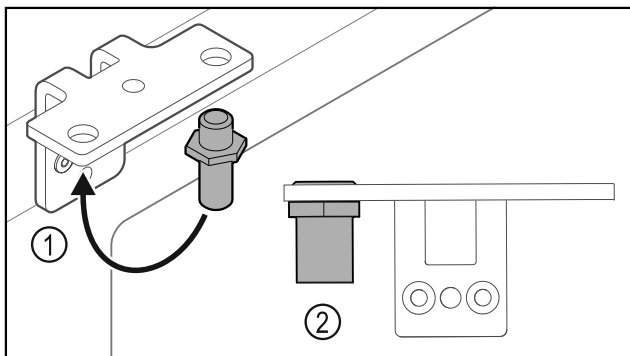

Fig. 32
- ▶ Přesadte čep Fig. 32 (1) v úhelníku závěsu.
- ▶ Utáhněte čep Fig. 32 (2) **utahovacím momentem 12 Nm**.